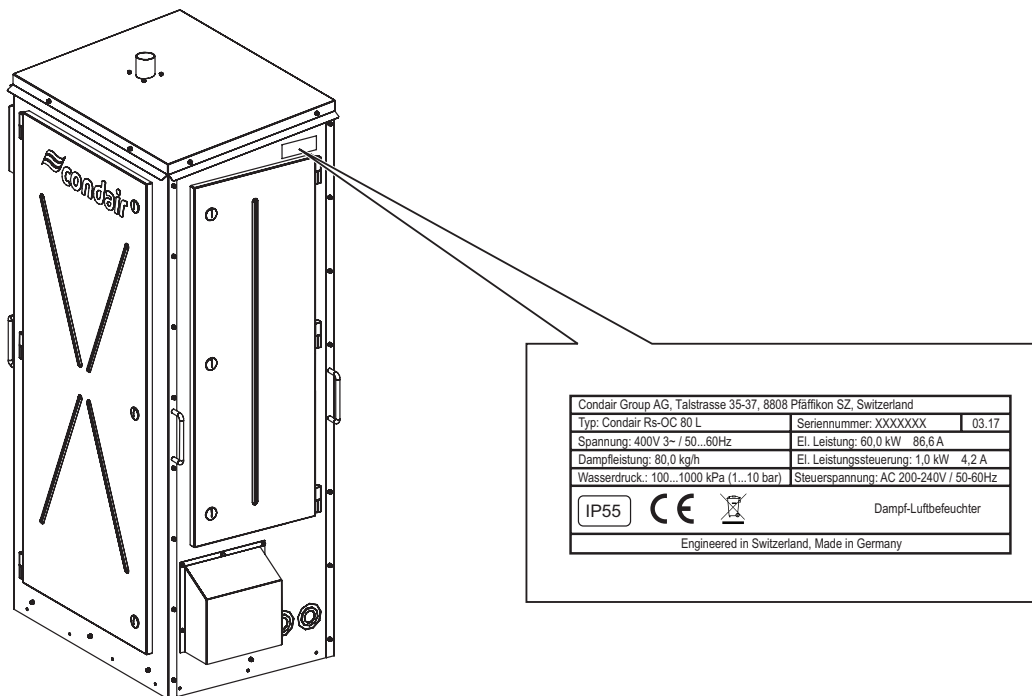
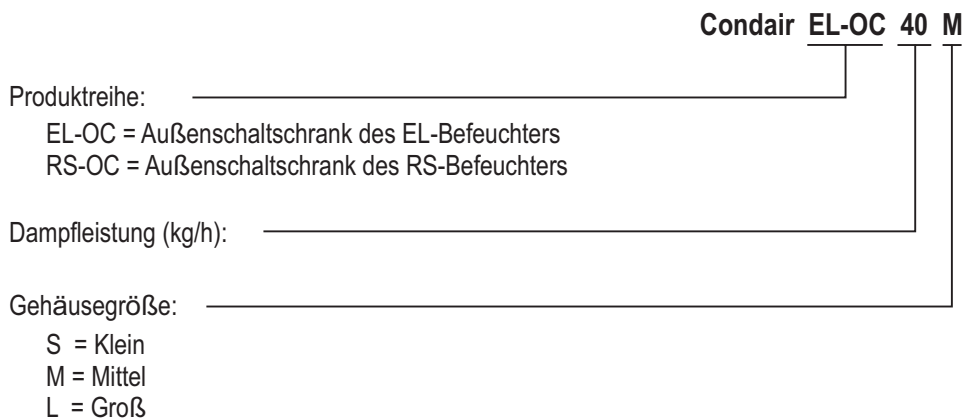

Bild 3: Condair EL/RS-Befeuchter – Typenschild
Bild 4: Modellübersicht
- Prüfen Sie die Modellart, Kapazität und Spannungsangaben auf dem Typenschild, um sicherzustellen, dass die Anlage zur gewünschten Installation passt. Siehe Bild 3 auf Seite 12.
Das Typenschild auf der Seite der Condair EL/RS-Befeuchter für den Außenbereich enthält die Modellnummer, die Seriennummer und die Leistungsdaten (siehe Bild 3). Bild 4 zeigt die Aufschlüsselung der Modellnummer.